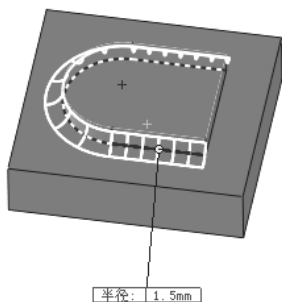
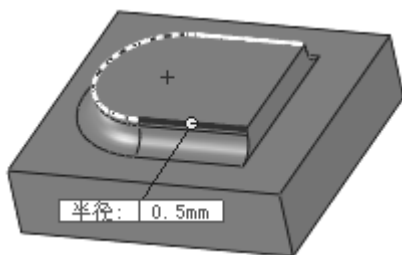

图 10-174 进行圆角 1 操作
图 10-175 进行圆角 2 操作
⑥ 生成圆角特征。单击“特征”控制面板中的 (圆角) 按钮，或选择“插入”→“特征”→“圆角”菜单命令，系统弹出“圆角”属性管理器，选择“圆角类型”为“恒定大小圆角”，在圆角半径文本框中输入数值“1.5”。单击鼠标拾取实体的边线，如图 10-174 所示，单击 (确定) 按钮生成圆角。继续单击“特征”控制面板中的 (圆角) 按钮，或选择“插入”→“特征”→“圆角”菜单命令，弹出“圆角”属性管理器，选择“圆角类型”为“恒定大小圆角”，在圆角半径文本框中输入数值“0.5”，单击鼠标拾取实体的另一条边线，如图 10-175 所示，单击 (确定) 按钮生成另一个圆角。